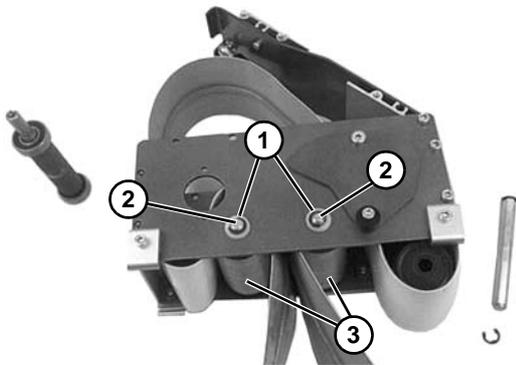

Figure 69
- a. Sur les convoyeurs de largeur 44 mm, 70 mm ou 95 mm, retirer l'anneau de fixation et les rondelles (**Figure 69, élément 1**). Retirer l'axe de la poulie (**Figure 69, élément 2**) et retirer les poulies (**Figure 69, élément 3**).